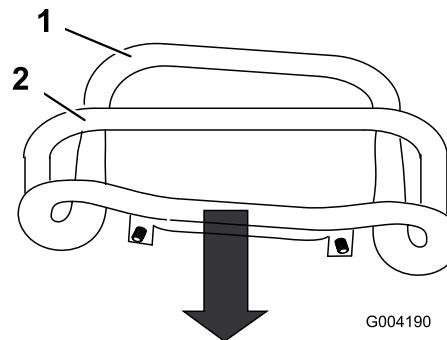

Figure 48
3. Tirez la commande de déplacement tout droit en arrière pour mettre l'avant en contact avec la barre de référence (Figure 48).